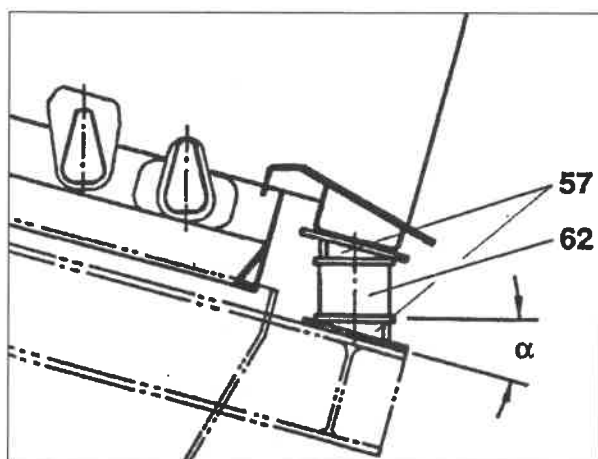

Рис. 14 – Грохот Liwell® тип LF – big / max / mix
- одинаковы ли интервалы изоляционных опор (39) для резиновых амортизаторов (62) на грохоте и на опорной раме (рис. 14 б).
- равны ли углы наклона ( $\alpha$ ) подпорных клиньев (57) и основания (рис. 14.).
Рис. 14а – Грохот Liwell® тип LF – big / max / mix